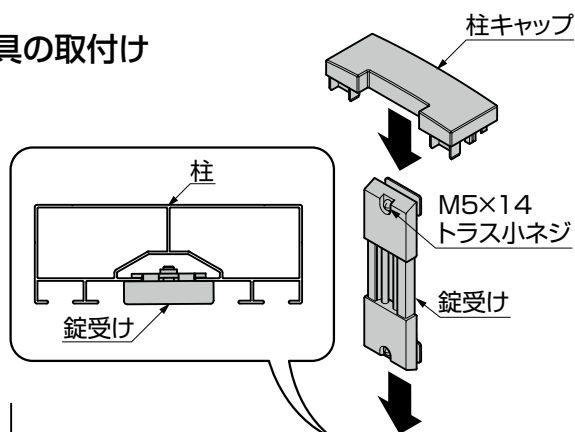
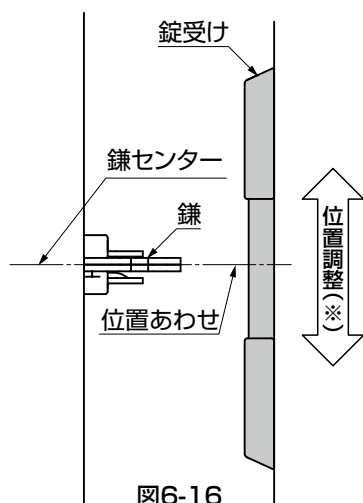

図6-15
図6-16
- ①錠受けとネジ待ちを組付けてあるM5×14トラス小ネジをゆるめて、柱のスリット部分に上部から差込んでください。（図6-15参照）
- ②本体鎌錠の鎌のセンターに位置を合わせながら（図6-16参照）、錠受けのネジをしっかりと固定してください。（図6-15参照）
- ③柱キャップを挿入してください。（図6-15参照）